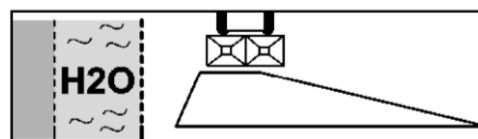

Рисунок 10.24 –
2. На границе поля находится водоем или канава (рисунок 10.24). Не разрешается разбрасывать удобрение ближе, чем на ____ м от границы (при использовании граничных устройств разбрасывания) и на ____ м (без использования граничных устройств разбрасывания).